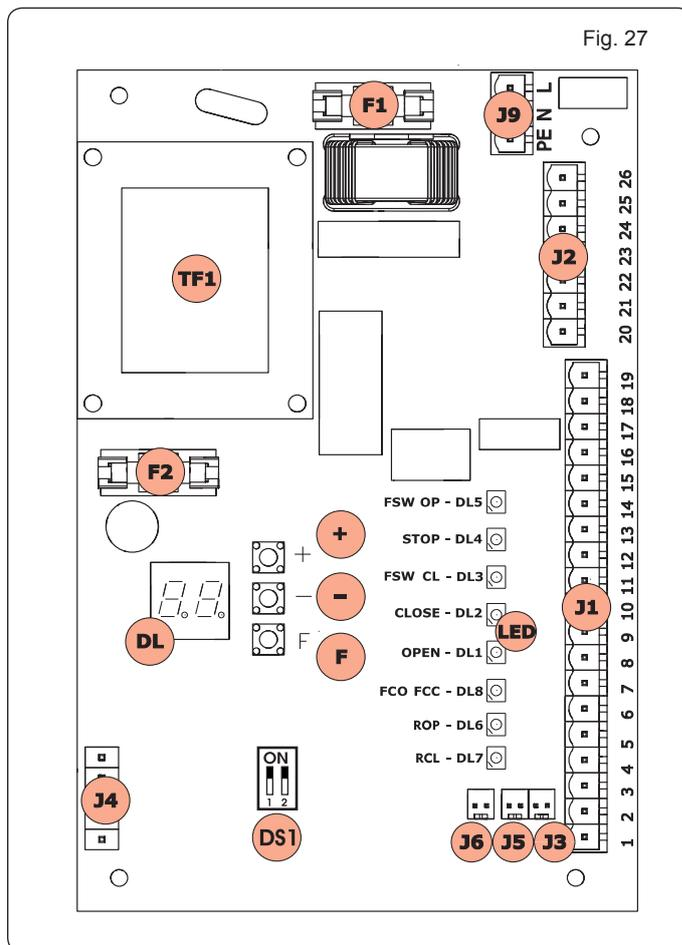

Fig. 27
11.4.7 SELECTOR DE FRECUENCIA DS1 (FIG. 27)